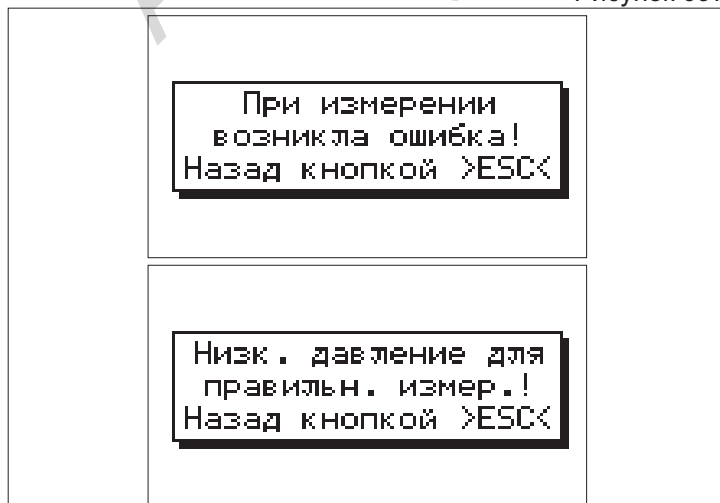

Рисунок 098
**(Рисунок 098)****Указание:**